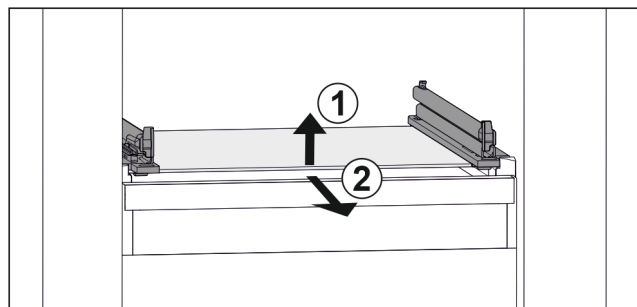

Fig. 77 Exempel på glashylla
- Lyft glashylla framtill. Fig. 77 (1)
- Ta ut glashylla framåt. Fig. 77 (2)